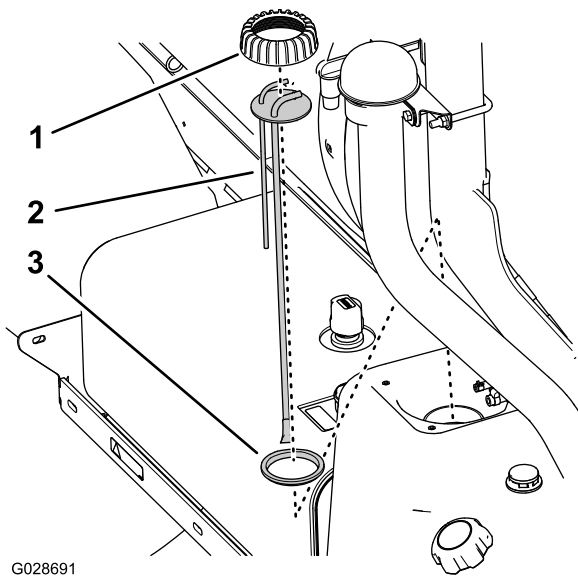

Figura 78
- Ruotate il tappo del raccordo tubo/trasmittitore del carburante in senso antiorario, poi rimuovete il tappo (Figura 78).
6. Sollevate il gruppo del raccordo tubo/trasmittitore del carburante dal serbatoio del carburante (Figura 78).
1. Montate il tappo del tubo sopra il tubo stesso e quest'ultimo sulla guarnizione (Figura 78).
2. Allineate il tappo, il tubo e la guarnizione al serbatoio e, con attenzione, inserite il nuovo gruppo del tubo nel serbatoio del carburante (Figura 78).
3. Avvitare il tappo sul collo del serbatoio del carburante e serratelo manualmente (Figura 78).